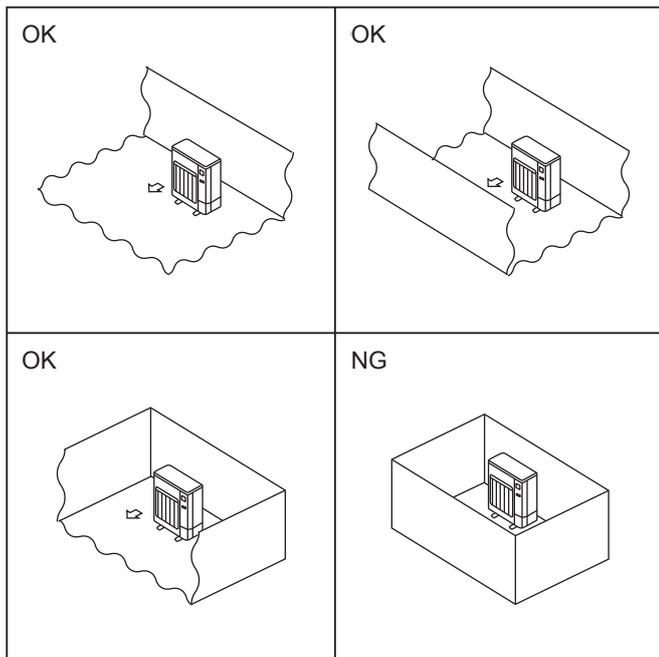

Fig. 2-2
- Instale as unidades exteriores num local onde, pelo menos, uma das quatro laterais seja aberta e cujo espaço seja suficientemente amplo e não tenha depressões. (Fig. 2-2)